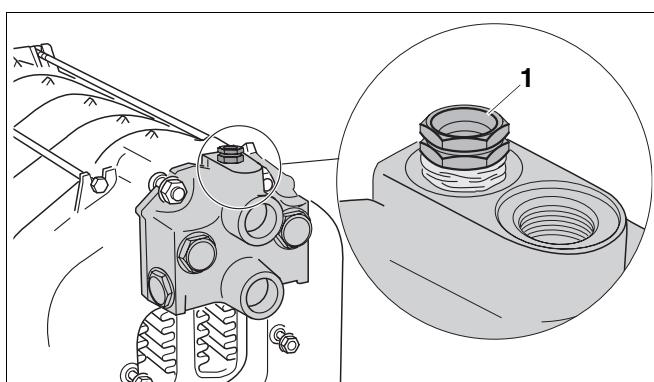

Рис. 23 Установка гильзы для датчиков
- Заглушить подающую и обратную линии (воздушник установить на фитинге Rp ¾) (→ рис. 23).